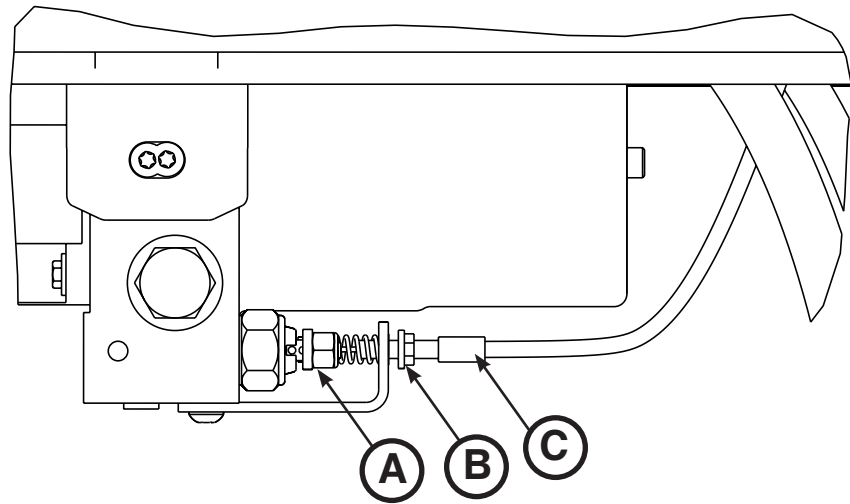

Figura 48
2. Asegúrese de que el cable de desbloqueo manual está intacto (A) (Figura 48).
3. Con una llave combinada de 10 mm, afloje la tuerca de bloqueo del cable (B) (Figura 48).
4. Con una llave combinada de 8 mm, ajuste la tensión del cable de desbloqueo manual de modo que solo empiece a tocar el soporte de doble tracción de desbloqueo manual (C) (Figura 48).